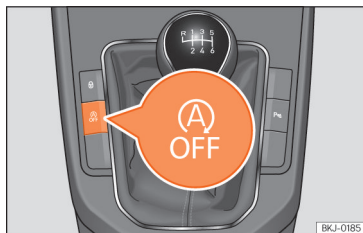

Fig. 87 Consola central: botão do sistema Start-Stop.
- Para desligar/ligar manualmente o sistema Start-Stop, pressione o botão  >>> **Fig. 87**